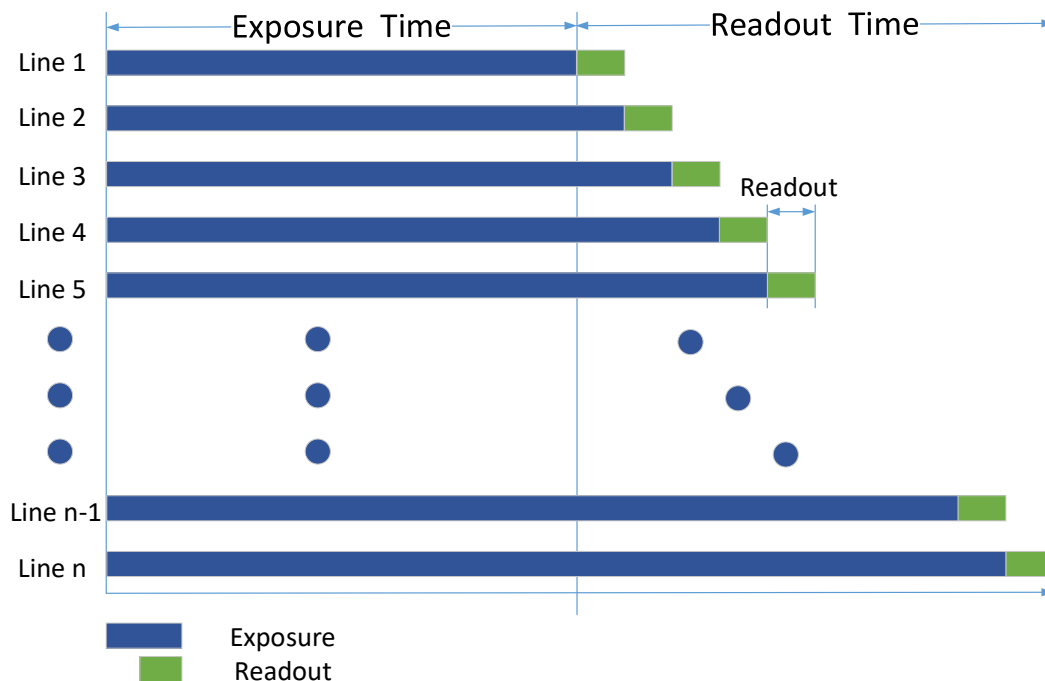

图3-3 Global Reset 工作原理
部分卷帘快门相机具有 Global Reset 功能。该功能通过将图像各行的曝光时间点拉到一起始点，从而达到一键全局曝光的目的，如图 3-3 所示。
- 开启 *Global Reset* 功能后，因图像各行的曝光时间不同，可能会导致图像各行从上至下亮度不同。因此若开启此功能，建议在全暗环境下，配合工业光源一同使用。在图 3-3 所示的曝光时间内开启光源，其他时间关闭光源，使得图像各行在相同的曝光时间内获得同样的照明，以此来控制图像各行的亮度。